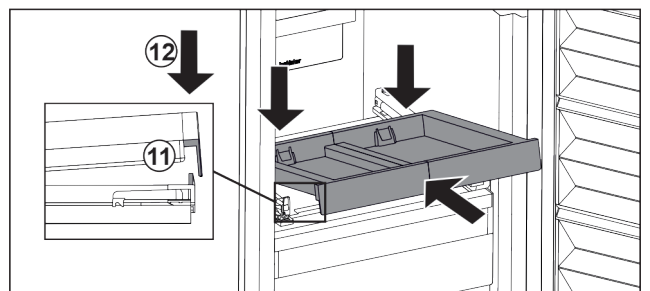

Fig. 127
- ▶ Inșerați-l oblic. Aveți în vedere ca opritorul să fie în spatele lamelei pe ambele părți. Fig. 127 (11)
- ▶ Depuneți raftul extractibil în față. Fig. 127 (12)